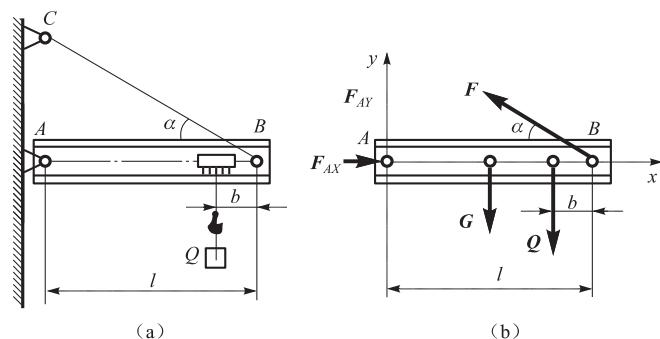

图 3-4
6. 悬臂式起重机(如图 3-4)悬臂 AB 重力为 $G = 2\,200 \text{ N}$ 。起重机连同吊起的重物共产生重力 $Q = 4\,000 \text{ N}$, 若 $l = 4.4 \text{ m}$, $b = 0.9 \text{ m}$, $\alpha = 25^\circ$ 。试求: 绳索 BC 的拉力及铰链 A 处的约束力。